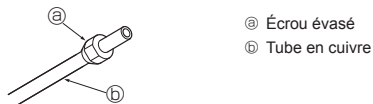

Fig. 5-4
5.3.3. Mettre l'écrou en place (Fig. 5-4)